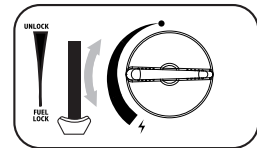

fig. 5
6. Ajuste el mando de control en la posición deseada (fig.5) ¡No coloque nunca la palanca del cartucho (6) en la posición "UNLOCK" durante el uso!